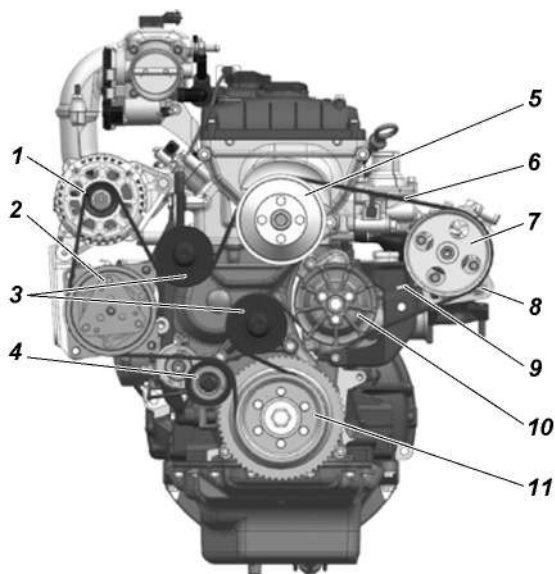

Рис. 9.8. Ремень привода агрегатов:
**На автомобилях, оснащенных кондиционером,** привод агрегатов осуществляется одним ремнем. Его натяжение регулируется автоматически (рис. 9.8). В процессе эксплуатации необходимо контролировать состояние ремня. При обнаружении его большого растяжения